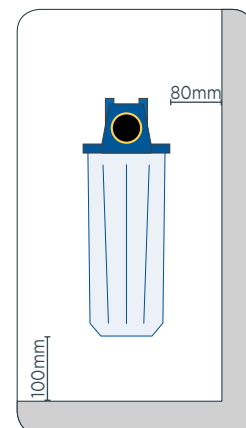

Fig.1
- L'installazione deve prevedere uno spazio di manovra sufficiente per poter effettuare la manutenzione e la sostituzione del corpo filtrante. (fig. 1)
- *Install the containers in an area that is large enough for carrying out maintenance and replacement of the filter. (Fig. 1)*